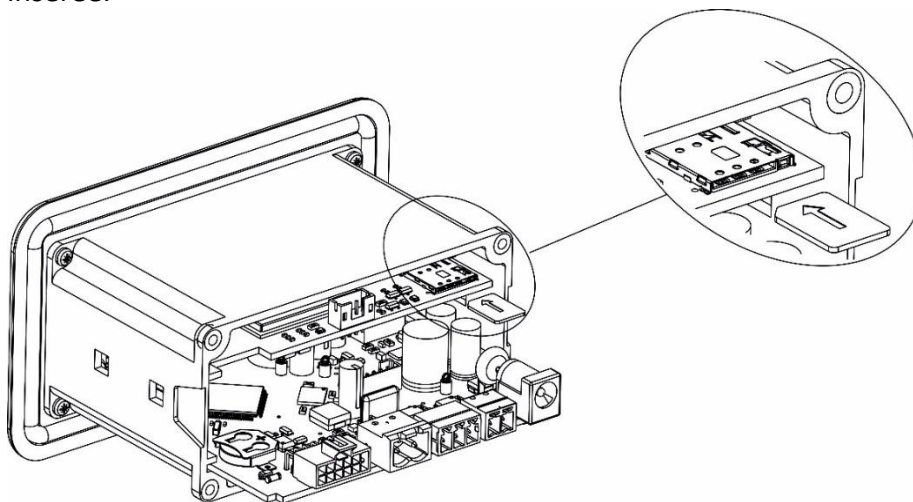

Figure 11 Insérer la carte SIM
- Ouvrez le boîtier et poussez doucement la carte SIM dans l'emplacement désigné, comme illustré sur la figure 11. Assurez-vous que la carte SIM est correctement insérée.